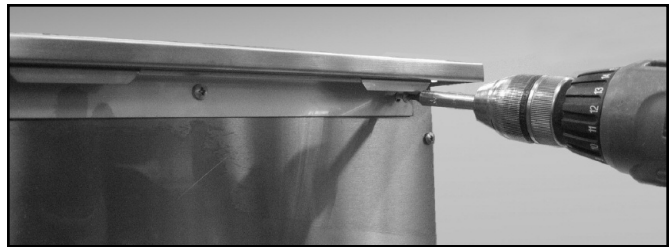

Fig. 39
- B. Installer la patte de support de part et d'autre de la tête de l'appareil à l'aide de 8 des vis 10-24 x 1/2". Installer chaque console avec 4 vis de part et d'autre de la tête d'appareil d'extérieur (Fig. 39 et 40).